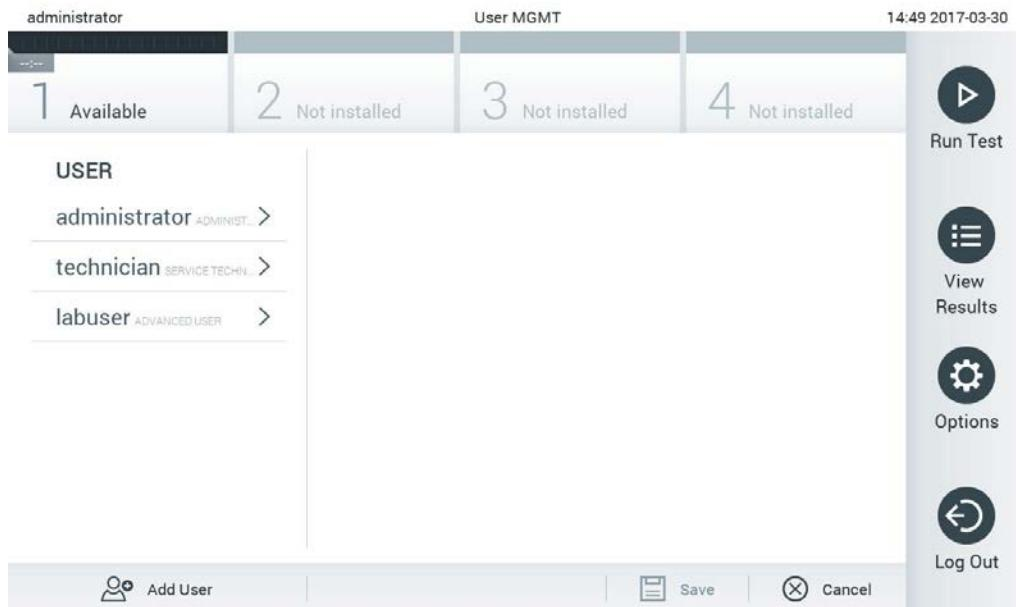

Figura 52. Ecranul User Management (Gestionarea utilizatorilor).
1. Apăsați butonul **Options** (Optiuni), apoi butonul **User Management** (Gestionarea utilizatorilor) pentru configurarea utilizatorilor. Ecranul **User Management** (Gestionarea utilizatorilor) apare în zona de conținut a afișajului (Figura 52).